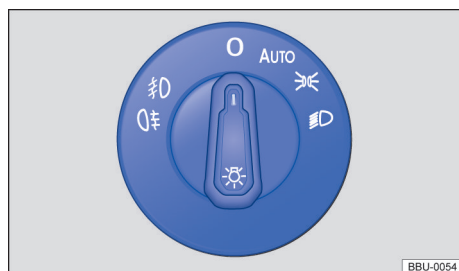

Fig. 89 Junto ao volante: botão rotativo das luzes (variante 1).
- **Ligar o farol de neblina** ☞: puxe o interruptor das luzes para fora → Fig. 89 até a primeira ranhura. A luz de controle ☞ se acende em verde no interruptor.